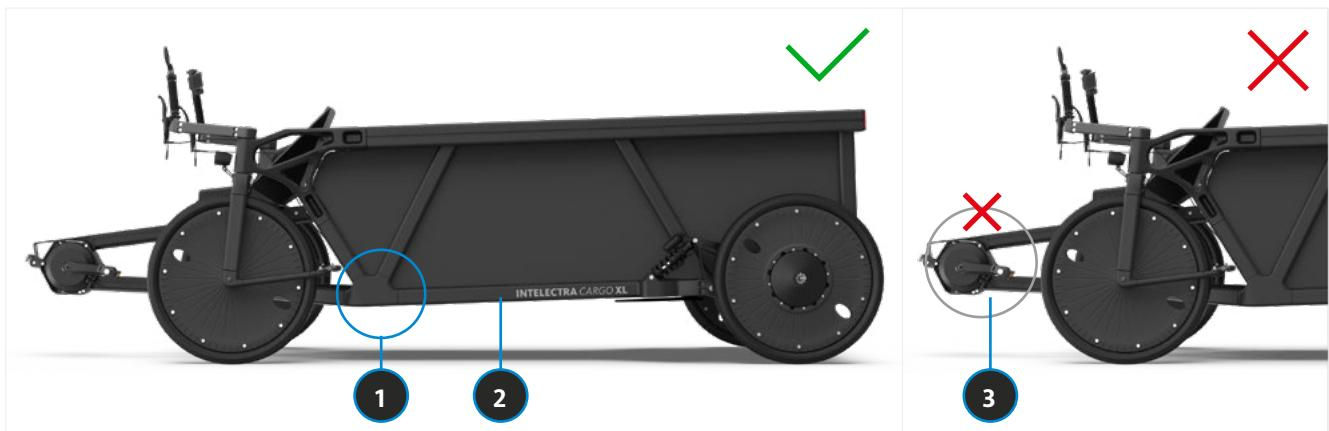

BILD 41 POSITIONIERUNG WAGENHEBER AM INTELECTRA – VORNE
► INTELECTRA mit Wagenheber (im Lieferumfang) aufbocken, sodass das Vorderrad frei in der Luft hängt (ca. 5-10 cm). Die empfohlenen Positionen zum Ansetzen des Wagenhebers am Rahmen sind in Bild 41 (vorne) und in Bild 42 (hinten) zu erkennen.